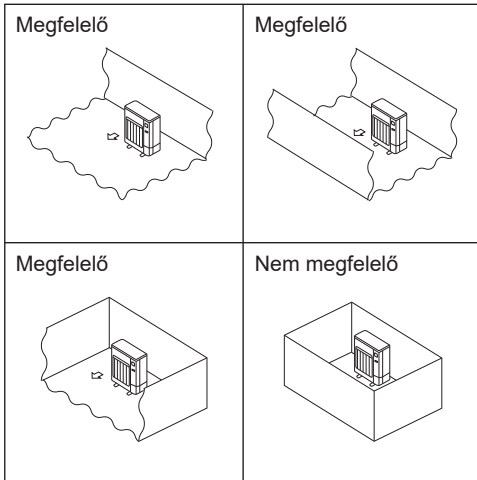

Fig. 2-2
- Ⓐ A kültéri egységeket olyan helyre kell felszerelni, ahol legalább a négy oldal egyike nyitott, és kellően nagy, bemélyedések nélküli tér áll rendelkezésre. (Fig. 2-2)